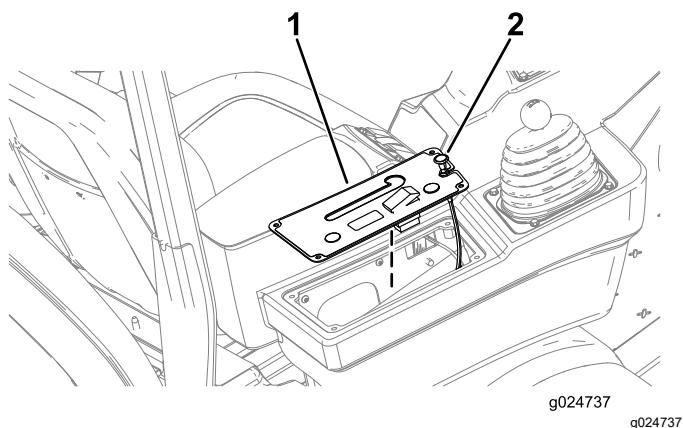

Bild 14
- 3. Heben Sie die Armaturenbrettabdeckung und den Chokehebel an (**Bild 14**).